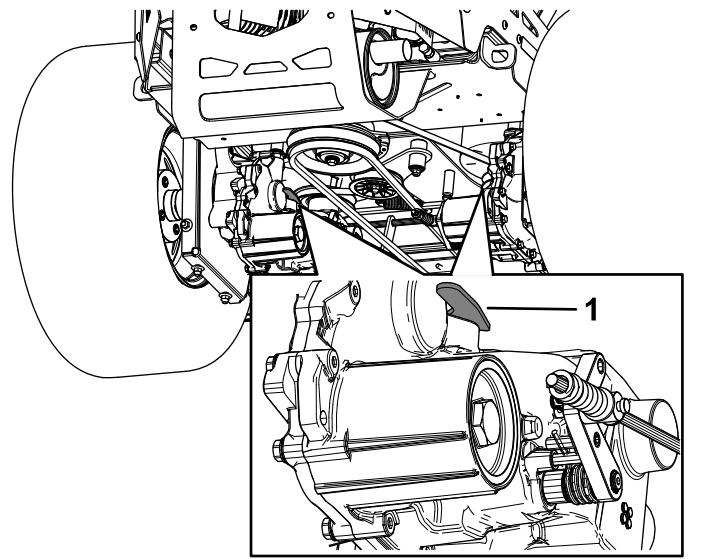

Figura 35
3. Para empujar la máquina, mueva ambas palancas de desvío hacia adelante y bloquéelas en esa posición (Figura 35).
5. Para conducir la máquina, mueva las palancas de desvío hacia atrás y bloquéelas en esa posición (Figura 35).